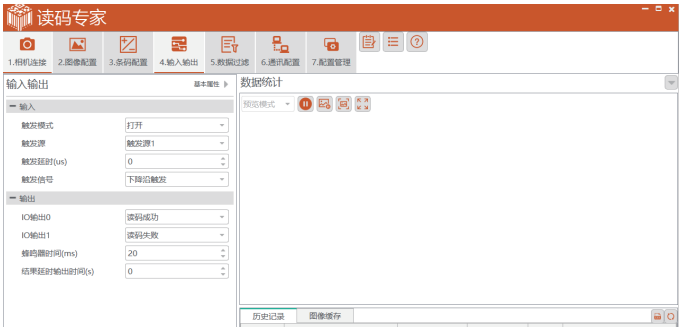

图 4-3
2、如不关闭触发模式，需要外部触发信号或内部软件触发，如图 4-3 所示。